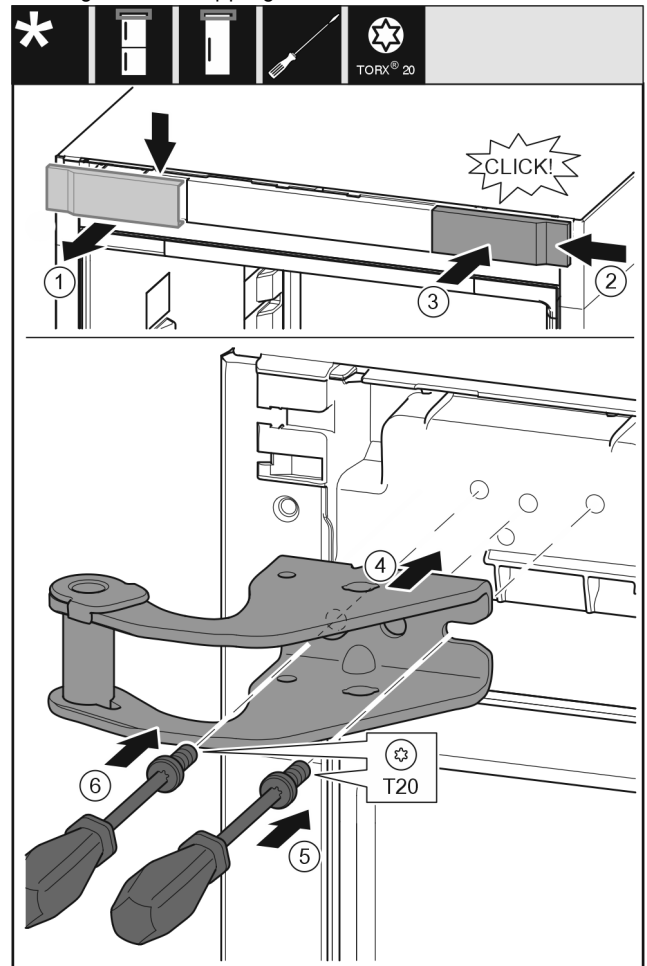

Fig. 8
- ▶ Ta av dekelet ovenfra og fremover. Fig. 8 (1)
- ▶ Monter dekelet fra høyre, dreid 180°, på den andre siden. Fig. 8 (2)
- ▶ La dekelet klikke på plass. Fig. 8 (3)
- ▶ Sett på den øvre lagerbukken. Fig. 8 (4)
- ▶ Sett skruen på og skru den fast med skrutrekker T20. Fig. 8 (5)
- ▶ Sett skruen på og skru den fast med skrutrekker T20. Fig. 8 (6)